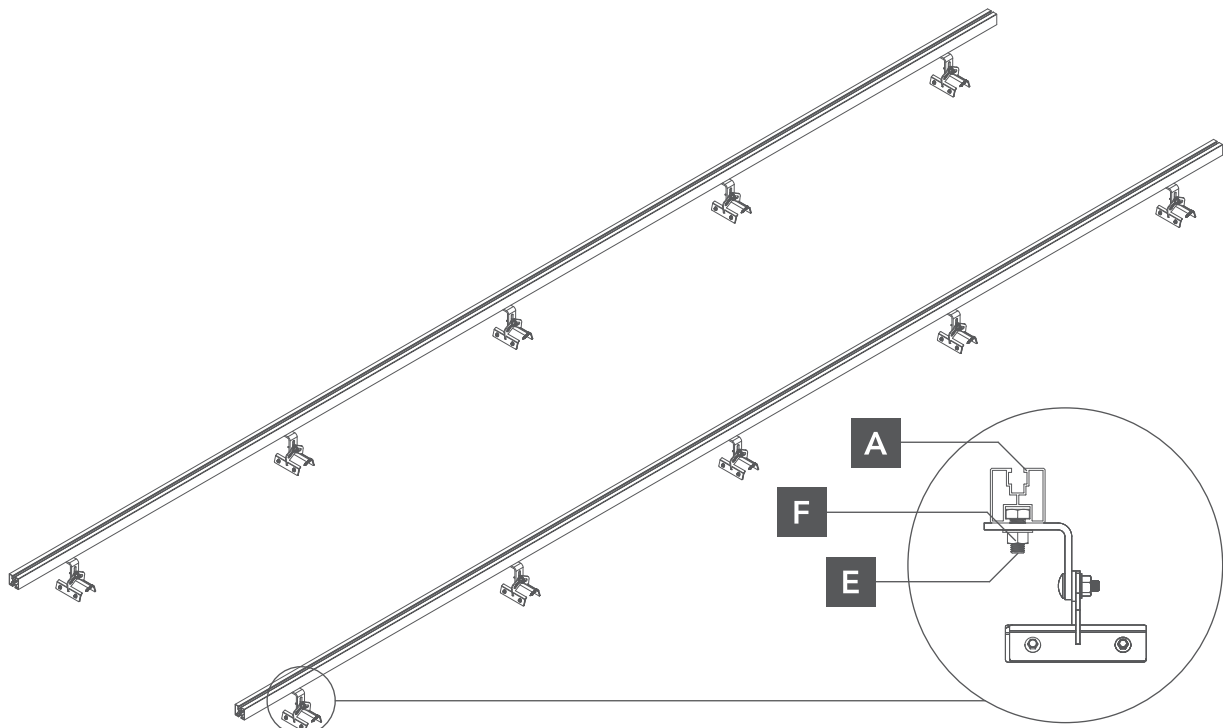

Abb. 6. Befestigung des Montageschienen an der Montagehalterung
- 5** Als nächstes sollte man eine Schraube DIN 6923 M10x25 durch ein Ende des Montageschienen führen, sie mit dem Trapezhalterung passend machen und sie mit der Mutter DIN 6923 M10 befestigen (Abb. 6).